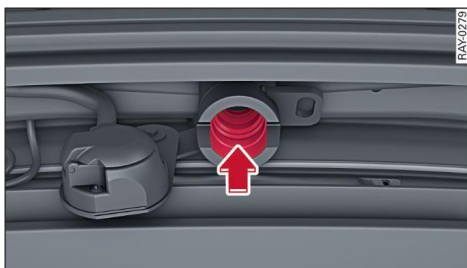

Fig. 85 Dispositivo desmontable para remolque: Colocar la rótula
- Coloque la rótula pretensada en el alojamiento ⇒ fig. 85 y haga presión hacia arriba en la dirección que indica la flecha ⇒ ⚠. El proceso de bloqueo se realiza de un modo automático. En ese momento debe poder oírse claramente un chasquido de encastre.